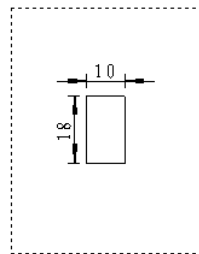

图 5.5.5 修改视图比例
Step5. 修改视图比例。单击空白视图，系统弹出“工程图视图 1”对话框，在 **比例(A)** 区域中选中 **使用自定义比例(C)** 单选按钮，并在其下方的下拉列表中选择 **1:2** 选项，单击  按钮，结果如图 5.5.5 所示。